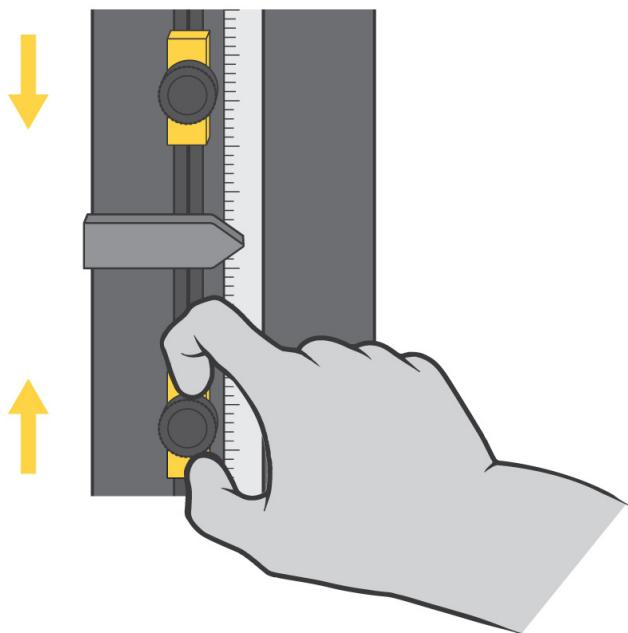

Figura 18. Configuración de las paradas límite
Las paradas límite de la cruceta son dos cierres ajustables montados en la varilla del interruptor del límite, que se encuentra dentro de la columna de la máquina, como se muestra en la Figura 18 en la página 108. Las paradas límite (1 y 2) tienen tornillos que se aprietan y sueltan a mano; se pueden desplazar a cualquier posición de la varilla del límite. Coloque estas paradas justo después de los parámetros del ensayo para evitar el sobrerecorrido de la cruceta. Cuando la cruceta alcanza el recorrido máximo predefinido, el actuador del interruptor (3) entra en contacto con una de estas paradas.